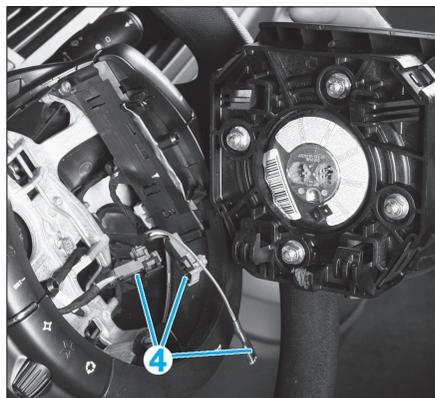

Fig. 4
- Tirer sur l'airbag (3).
- Débrancher les connecteurs (4) (Fig.4).
- Déposer l'airbag (3).